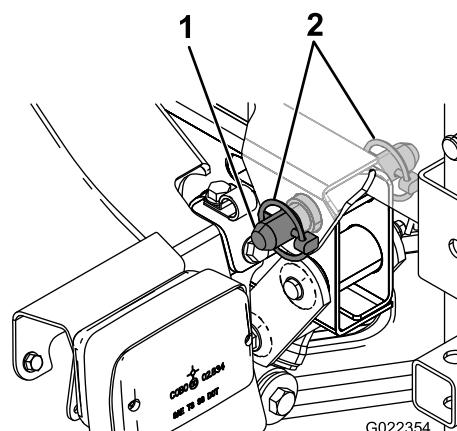

Figure 13
6. Alignez les trous des pattes de pivot à l'arrière du patin de cuve et les trous du tube de pivot du plateau au bout du cadre du véhicule (Figure 13).
7. Placez un axe de chape conique et 2 goupilles à anneau sur la patte de pivot pour fixer la cuve au châssis (Figure 13).